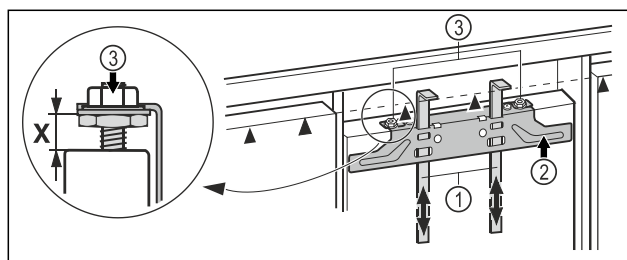

Fig. 41
- ▶ Podignite montažna pomagala Fig. 41 (1) na visinu vrata namještaja. Donji rub graničnika ▲ montažnog pomagala = gornji rub vrata namještaja koja treba montirati.
- ▶ Odvrnite pričvrstnu poprečnu letvicu Fig. 41 (2) s pomoću protumatica Fig. 41 (3).